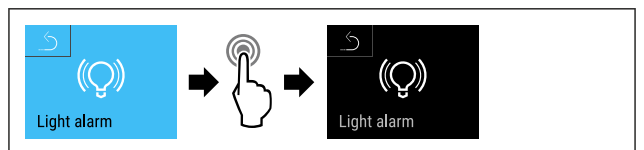

Fig. 153
- ▶ Efectuați pașii de acțiune (vezi Fig. 153).